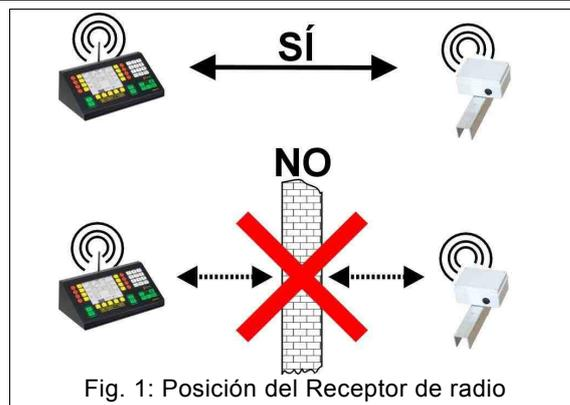

Fig. 1: Posición del Receptor de radio
- No haya obstáculos visibles directamente entre el Receptor de radio y la Consola de mando (Fig. 1).
2. Quitar los obstáculos (estructuras metálicas, personas, aparatos, etc...) que pueda haber entre la Consola y el Receptor (Fig. 1).